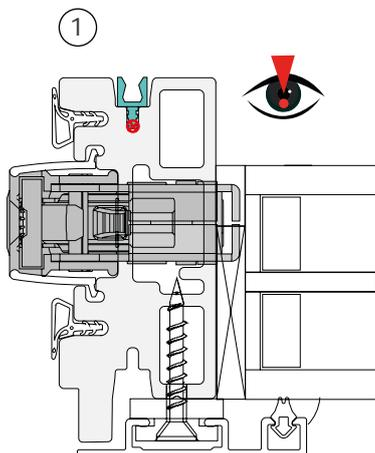

Fig. 2
**IMPORTANT !** Veillez à ce que les clips de fixation soient au même niveau que le cadre en bois de l'ouvrant (voir la fig. 2).